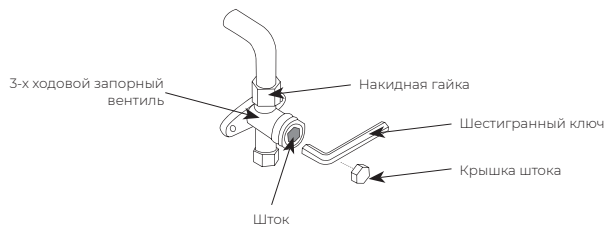

Рис. 23
7. Вставьте шестигранный ключ в шток 3-х ходового запорного вентиля и откройте его, повернув ключ на 1/4 оборота против часовой стрелки (см. рис. 23). Проконтролируйте на слух выход газа из системы, затем через 5 секунд закройте вентиль.